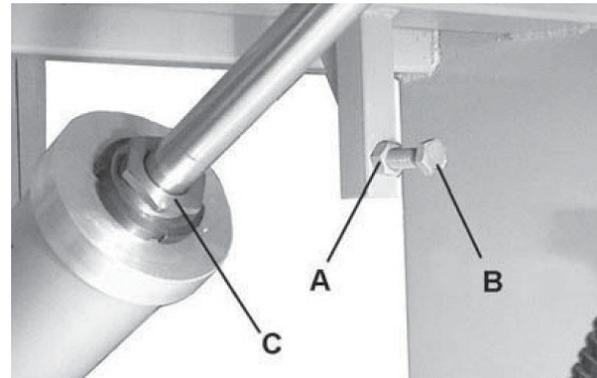

Abb. 18: 90°-Anschlag einstellen
Schritt 1: Lösen Sie die Sechskantmutter (Pos. A, Abb. 18).
Schritt 2: Drehen Sie die Anschlagsschraube (Pos. B, Abb. 18) bis die Bohreinheit genau auf 90 Grad eingestellt ist.